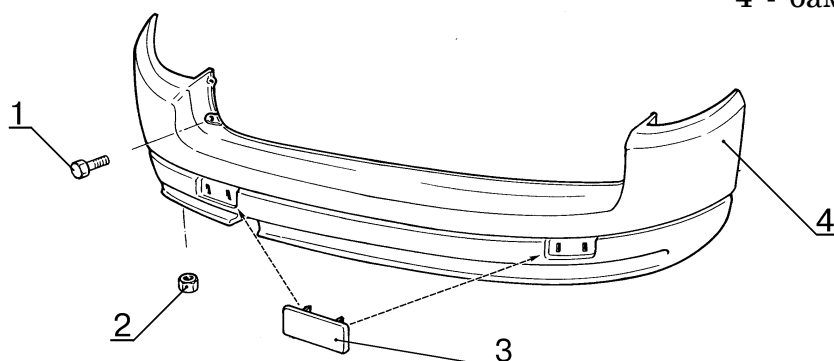

Рис.4. Бампер задний:
4.2 Отвернуть два болта 1, рис.4, отвернуть две гайки 2, снять задний бампер 4 (ключ торцовый 10).